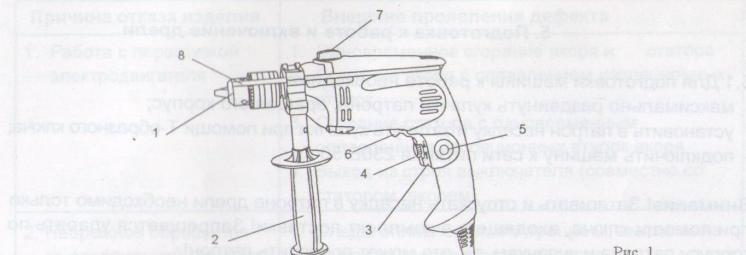

Рис. 1
5.2 При необходимости пользователь может установить на корпусе дрели дополнительную ручку и глубиномер. Для этого ручку 2 (см. рис. 1) наденьте на корпусной выступ, вставьте глубиномер 8 в отверстие на ручке и отрегулируйте его положение и затяните ручку путем ее вращения по часовой стрелке.
5.3 Включение дрели осуществляется нажатием на курок выключателя 3 (см. рис. 1). При отпускании курка дрель выключается. Чем больше усилие, прикладываемое к курку, тем выше частота вращения шпинделя.
5.4 Выключатель дрели может быть зафиксирован в положении «включено» нажатием кнопки 5 (см. рис. 1). В этом случае для выключения дрели необходимо повторно нажать курок, а затем отпустить его.
5.5 При заблокированном курке частота вращения шпинделя регулируется при помощи колеса 4 (см. рис. 1), расположенного на курке выключателя. Изменение направления вращения шпинделя производится путем перевода флагажка реверса 6 (см. рис. 1) в противоположное положение.